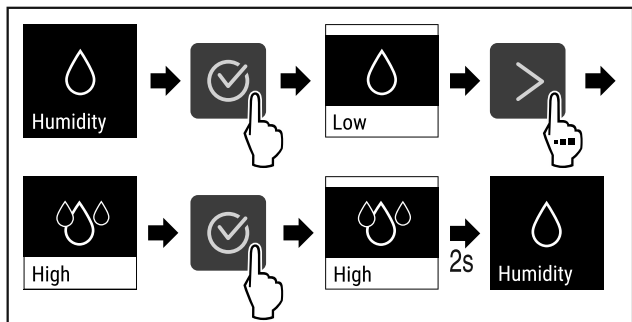

Fig. 94
- Eseguire i passi (vedere Fig. 94).